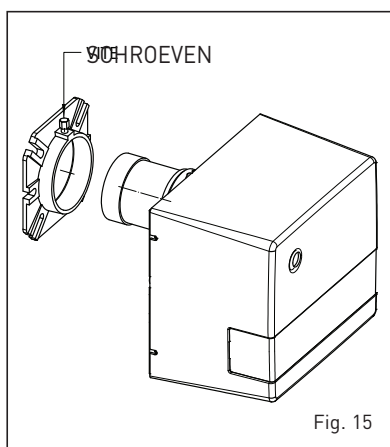

Fig. 15
4.6 ONDERHOUD VAN DE BRANDER (fig. 15)
Om de brander van het deurtje van de ketel te demonteren moet de schroeven verwijderd worden (fig. 15).